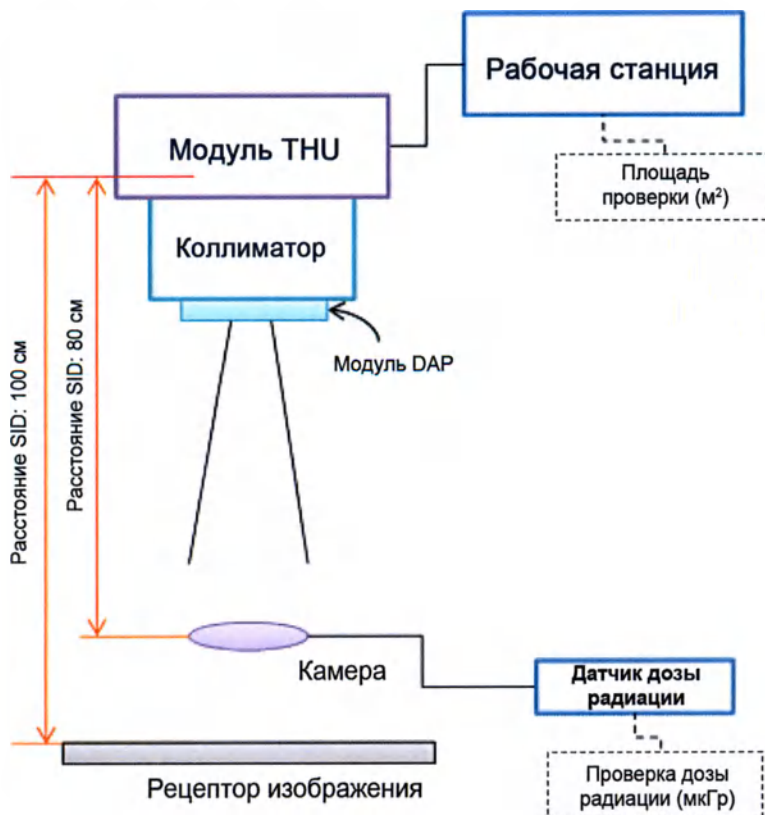

Рисунок 4-17. Проверка калибровки модуля DAP
(1) Рисунок 4-17. Установите значение SID и расположите камеру датчика дозы на модуле SCD (80 см), как и в тесте с калибровкой модуля DAP.
(2) Откройте пункт CR Cassette станции и выберите значения 70 кВп, 100 мА и 5 мАс.
(3) Настройте световое поле на значение 20 * 20 (см).
(4) Включите рентгеновское оборудование 3 раза и запишите среднее значение.
(5) Удалите камеру с верхушки рецептора.